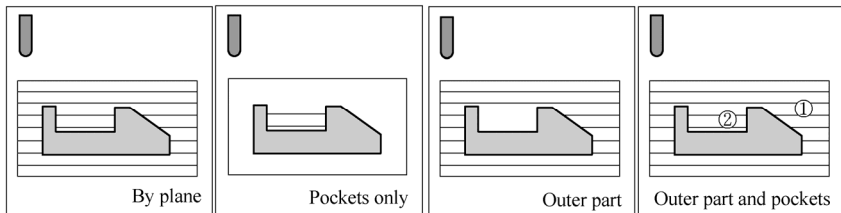

图 2-81 “Machining mode”示意图
- “Machining mode”：用于设置加工方式，如图 2-81 所示。